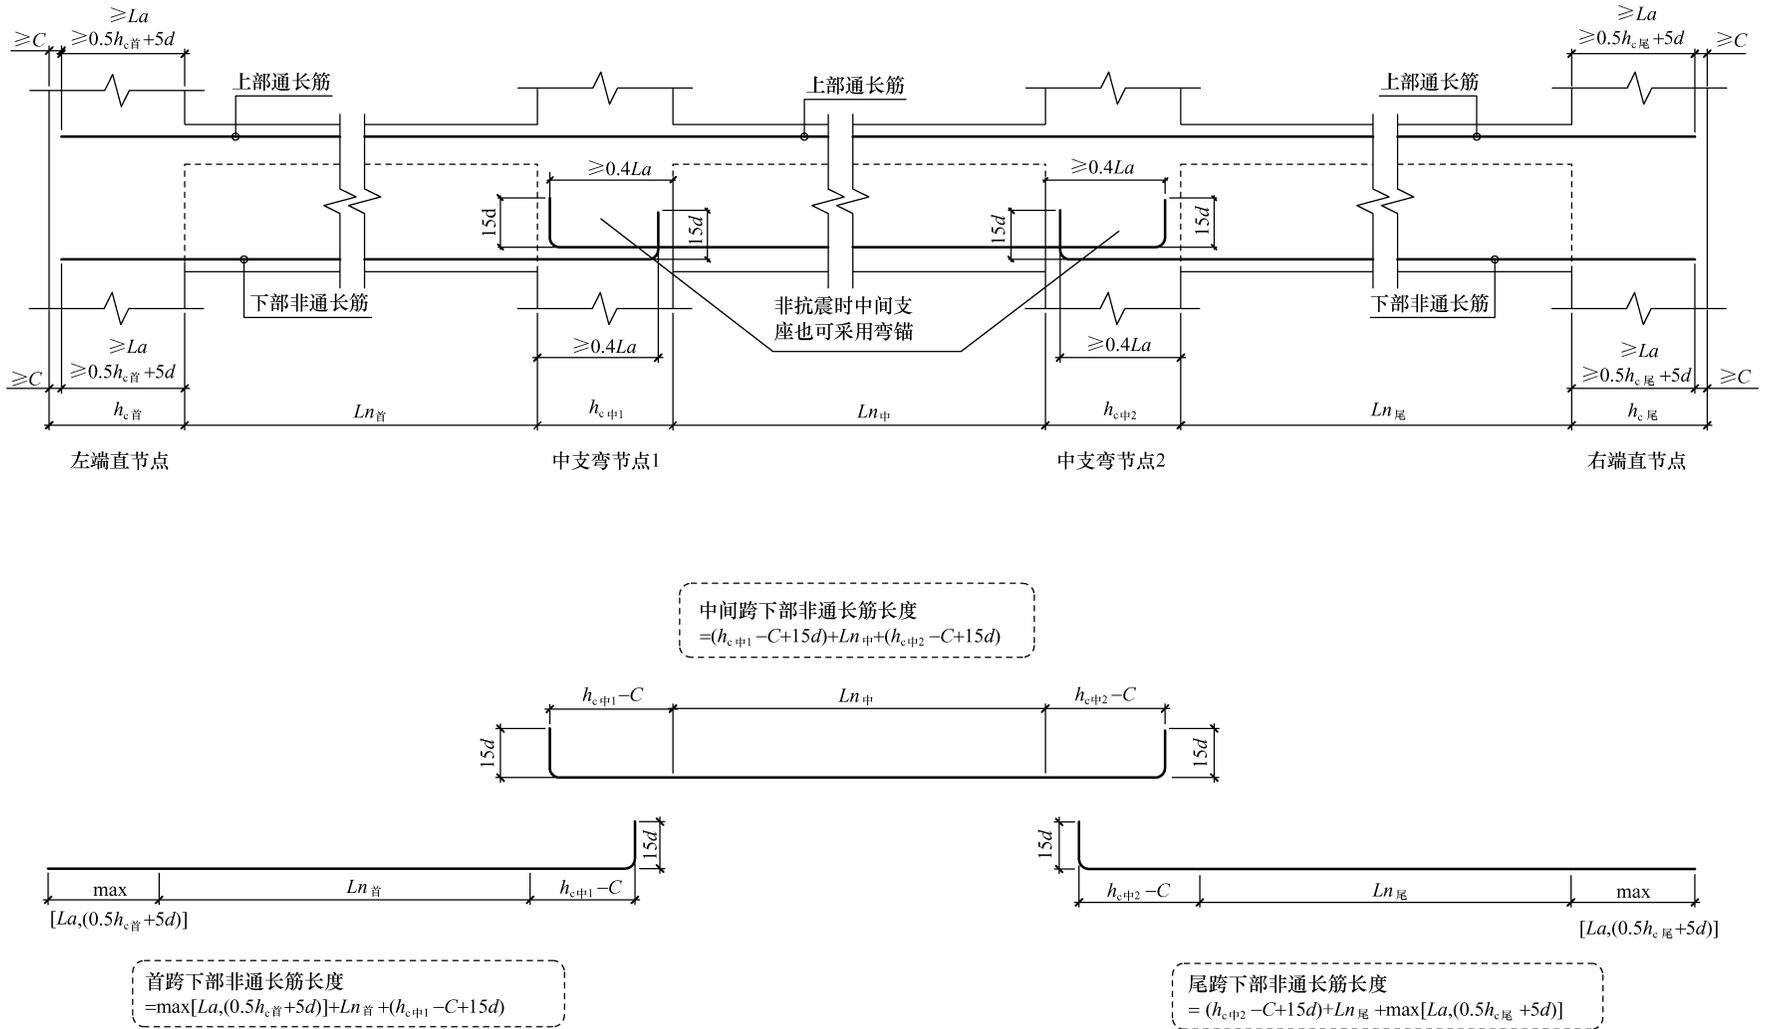

图 1.3.18 中间支座弯锚端支座直锚情况下下部非通长筋长度计算
② 中间支座弯锚端支座直锚情况下下部非通长筋长度计算如图 1.3.18 所示。